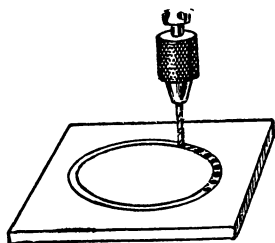

Рис. 257. Способ высверливания больших отверстий
4. Высверливание отверстий. В полученной заготовке высверливают все намеченные отверстия. Высверливать отверстия после изготовления шасси, а тем более после начала монтажа затруднительно, поэтому их надо сделать в заготовке. Большие отверстия, например для ламповых панелей, в любительской практике приходится делать в две операции. Сначала последовательно просверливают небольшие (диаметр сверла 3—4 мм) отверстия по периметру нужного отверстия (рис. 257), а затем выравнивают края пилой.